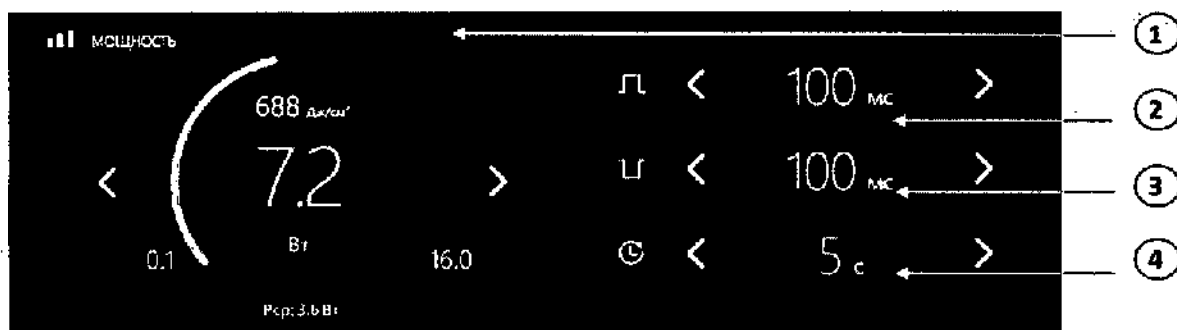
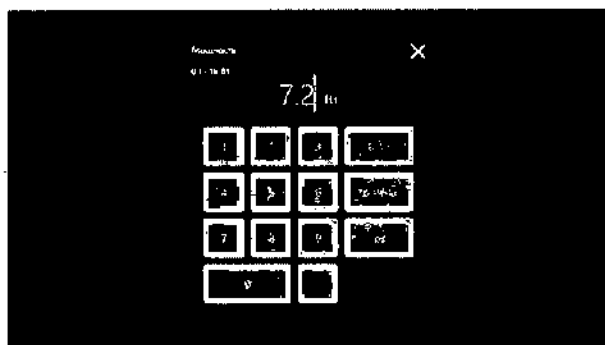

Рис. 92. Вид полей экрана ПО в режиме настройки параметров лазерного излучения при импульсном режиме работы Прибора
Рис. 93. Вид экрана ПО при введении числового значения мощности лазерного излучения
- установите мощность лазерного излучения в одном импульсе в поле рабочего окна, обозначенного цифрой 1 на Рис. 92;
- установите длительность импульса лазерного излучения в поле рабочего окна, обозначенного цифрой 2 на Рис. 92;
- установите длительность паузы между импульсами лазерного излучения в поле рабочего окна, обозначенного цифрой 3 на Рис. 92;
- установите время воздействия лазерным излучением в поле рабочего окна, обозначенного цифрой 4 на Рис. 92.
Чтобы установить мощность лазерного излучения используйте  и  для уменьшения или увеличения значения мощности лазерного излучения (поле обозначено цифрой 1 на Рис. 90 на стр. 62; Рис. 92 на стр. 63. При достижении предельных значений параметров кнопки станут неактивными.
Задать значение мощности лазерного излучения возможно с помощью клавиатуры числового ввода, для этого нажмите на числовое значение параметра поля, обозначенного цифрой 1 на Рис. 90 (см. стр. 62); Рис. 92 (см. стр. 63) в рабочем окне, затем введите интересующее Вас значение в открывшемся окне (Рис. 93), подтвердите действие, нажав
(Рис. 93). При вводе некорректного (недопустимого) значения параметра мощности лазерного излучения введенное значение сменит цвет на красный, кнопка
используйте кнопки  и  для уменьшения или увеличения значения мощности лазерного излучения (поля обозначены цифрой 2, 3, 4 на Рис. 92 на стр. 63). При достижении предельных значений параметров кнопки станут неактивными.
Задать значение длительности, паузы, времени воздействия лазерного излучения возможно с помощью клавиатуры числового ввода, для этого нажмите на числовое значение необходимого поля параметра, обозначенного цифрой 2, 3, 4 на Рис. 92 (см. стр.